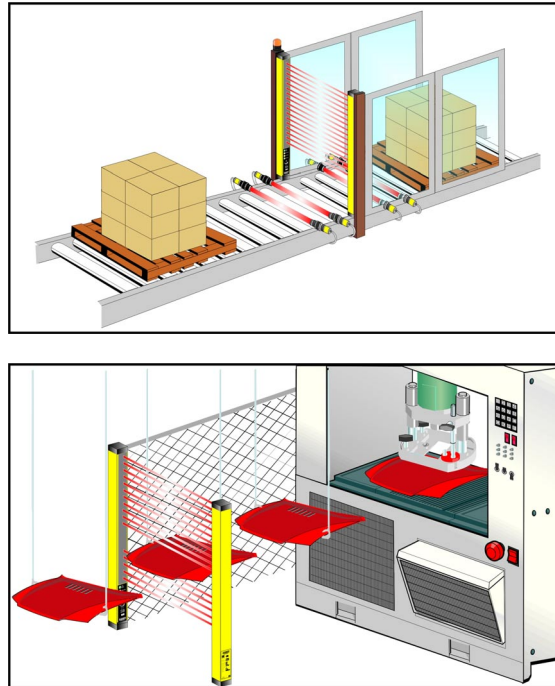

Abb. 22
- Die über Dip-Switch anwählbare Muting-Funktion ermöglicht die Ausblendung der Schutzschranke während des Betriebs bei gleichzeitig aktiven OSSD-Ausgängen für besondere Arbeitsanforderungen (Abb.22).